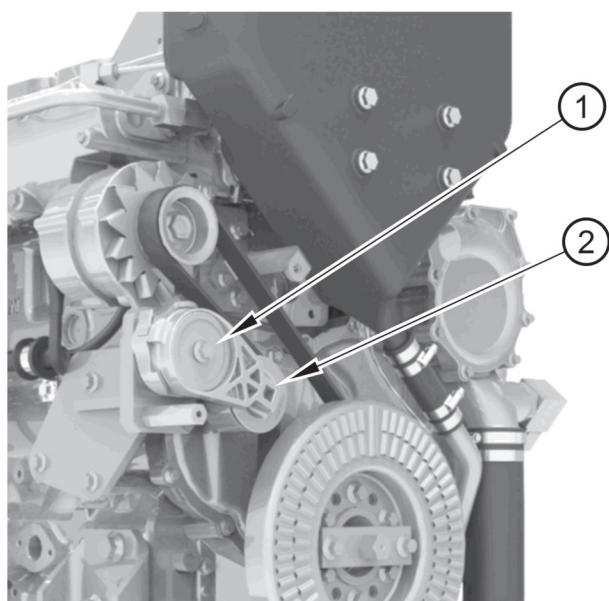

Figura 15
2. Inserire un utensile con attacco quadro (figura 15 voce 2) nel foro quadrato del tendicinghia (voce 1). Ruotare il tendicinghia in senso orario per allentare la cinghia di comando. Rimuovere la cinghia.